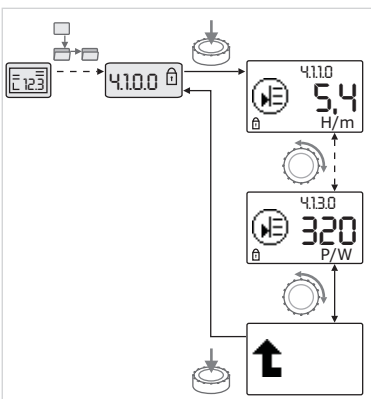

Fig. 46: Informācijas nolasīšana
- Pagriežot vadības pogu, pārskatīt pašreizējās apakšizvēlnes tipa „Informācija” izvēlnes elementus (skatīt Fig. 46). Iestatījumu simbolu skaidrojumus skatīt tabulā, kas dota nodaļā 8.7 "Norādes par izvēlnes elementiem." 37. lpp.